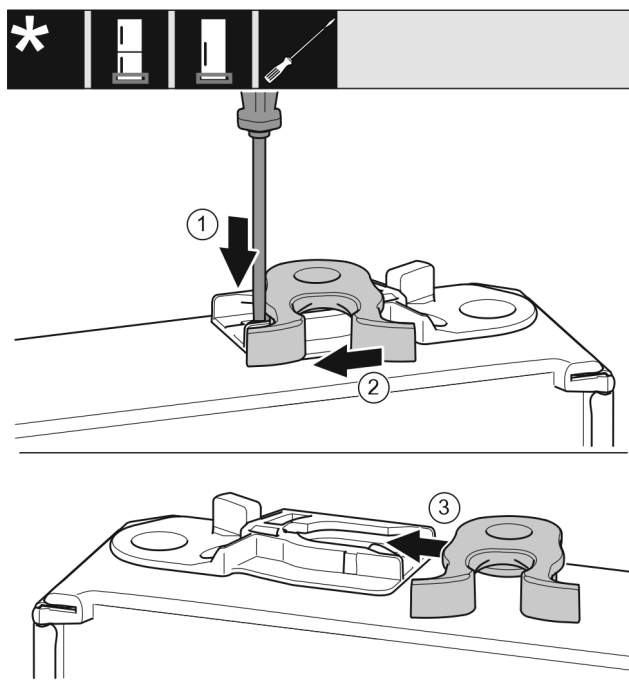

Fig. 24 \*
- Spingere verso il basso la linguetta Fig. 24 (1) con il cacciavite a intaglio.\*
- Estrarre il gancio di chiusura Fig. 24 (2) dalla guida.\*
- Spostare il gancio di chiusura Fig. 24 (3) sull'altro lato nella guida.\*